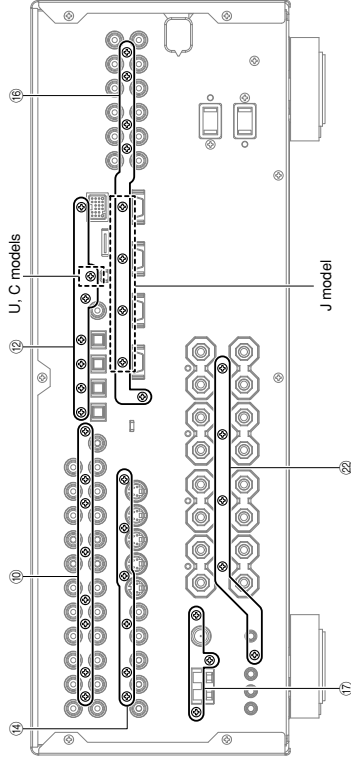

Fig. 4
- b. Remove 5 screws (⑯). (Fig. 4)
- b. ⑯のネジ5本を外します。(Fig. 4)
- a. Remove 3 screws (⑰). (Fig. 4)
- a. ⑰のネジ3本を外します。(Fig. 4)
- c. Remove 5 screws (㉒). (Fig. 4)
- c. ㉒のネジ5本を外します。(Fig. 4)